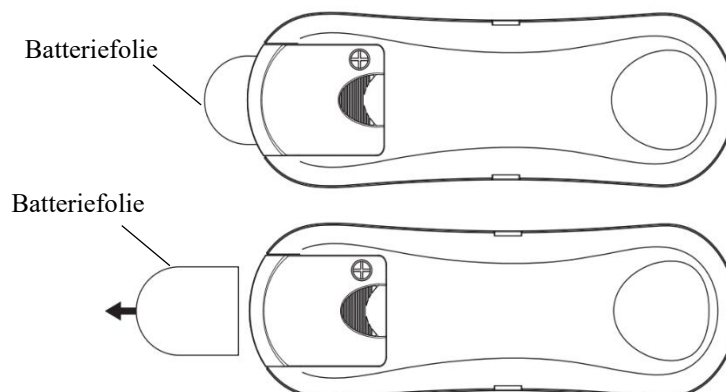

Abb. 10a
1. Die CR2032 Batterie ist bereits in der Fernbedienung installiert. Entfernen Sie bei der erstmaligen Benutzung der Fernsteuerung die Batteriefolie vor dem Gebrauch. (Abb. 10a)